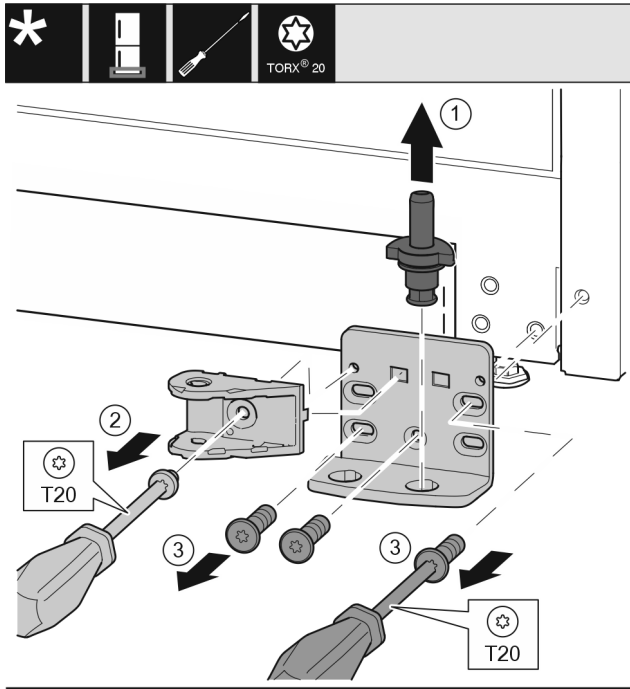

Fig. 23
- ▶ Izvelciet pilnīgi ārā uz augšu gultņa tapu. Fig. 23 (1)
- ▶ Izskrūvējiet skrūvi ar skrūvgriezi T20 un noņemiet durvju amortizatora savienojumu. Fig. 23 (2)
- ▶ Izskrūvējiet skrūves ar skrūvgriezi T20 un noņemiet gultņa balstu. Fig. 23 (3)